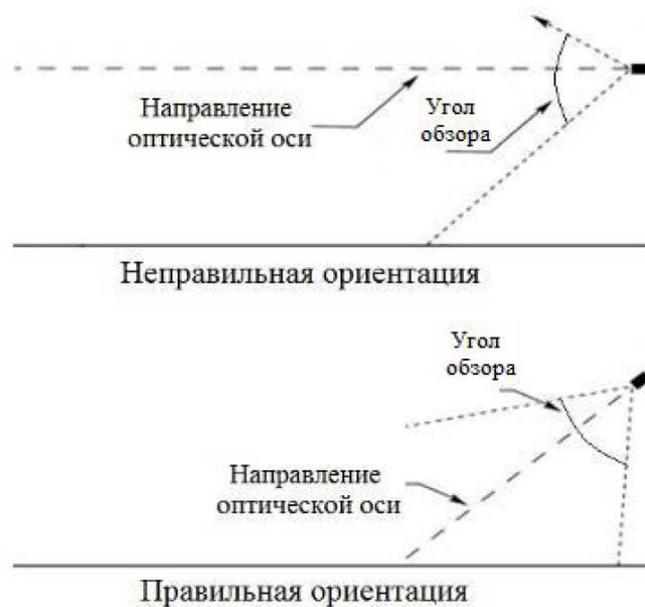

Рис.3 Установка извещателя по отношению к горизонту
- Извещатель должен быть нацелен на объект по нисходящей под углом к горизонту, по крайней мере, 10 - 20 градусов (см. рис. 3), что предотвращает скопление влаги на смотровом окне.